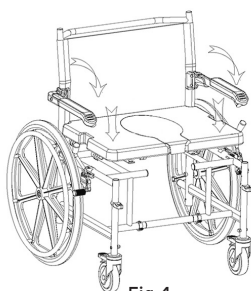

Fig.4
- Coloque o assento na estrutura da cadeira de rodas e carregue para baixo para fixar a sua posição, de seguida, adicione a tampa (fig.4);